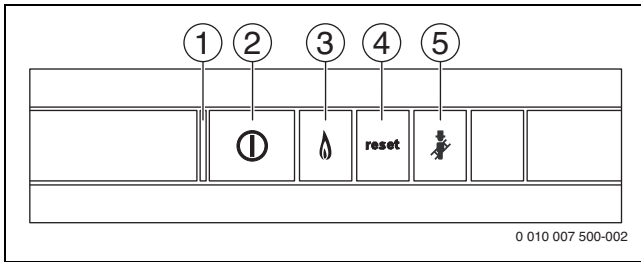

Рис. 8 Кнопки управления
- ▶ Включите котёл пусковым выключателем (→ рис. 8).